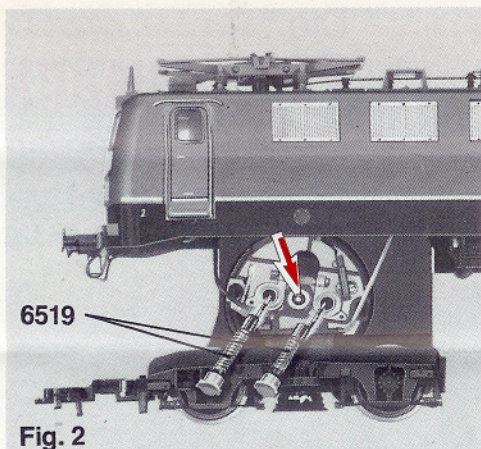

Fig. 2
**Kohlenwechsel:** Der Motor ist im hinteren Drehgestell der Lok eingebaut. Drehgestell am Mittelsteg zusammendrücken und aus Führung nach unten herausziehen (Fig. 2). Ersatz-Kohlen einsetzen. Die Räder sind zusätzlich mit Haftreifen ausgerüstet.
**Ölen:** Geölt werden Motor und Getriebe nur an den gekennzeichneten Lagerstellen (Fig. 2, 3, 4).
**Changing Brushes:** The motor is mounted on the rear bogie of this locomotive. Using finger and thumb, press inwards lightly in the centre of the bogie sides and pull downwards out of the body (fig. 2). Renew the brushes.
**Lubrication:** The motor and gear-box need only be lightly oiled at the bearing points marked (fig. 2, 3, 4). Only use **FLEISCHMANN** oil 6599. Only put a tiny drop in each place (→), otherwise it will be overoiled. An applicator needle is located in the cap of the oil bottle for your use.
**Remplacement des balais:** Le moteur est monté dans le bogie arrière de la locomotive. Pincer le centre des côtés du bogie afin de pouvoir le retirer (fig. 2). Remplacer les balais.
**Graissage:** Le moteur et les engrenages doivent être huilés uniquement aux endroits indiqués (fig. 2, 3, 4). N'utilisez que l'huile recommandée **FLEISCHMANN 6599**. Une seule goutte par point à lubrifier (→) afin d'éviter tout excès. L'aiguille montée dans le bouchon du petit flacon convient parfaitement à cet usage.
**Het verwisselen van de koolborstels:** De motor is in het achterste draaistel gebouwd. Door het draaistelraam in het midden iets samen te drukken kan men het motordraaistel losnemen (fig. 2). Nu kunnen de koolborstels verwisseld worden. Deze wielen zijn van anti-slipbandjes voorzien.
**Olieleën:** De motor en de aandrijving hoeven alleen op de aangegeven plaatsen geolied te worden (fig. 2, 3, 4). Alleen **FLEISCHMANN**-olie 6599 gebruiken. Een klein druppeltje per smeerpunt (→) is heus voldoende, anders wordt de zaak te vet. Voor een juiste dosering het spuitje gebruiken dat wordt bijgeleverd in het olieflasje.